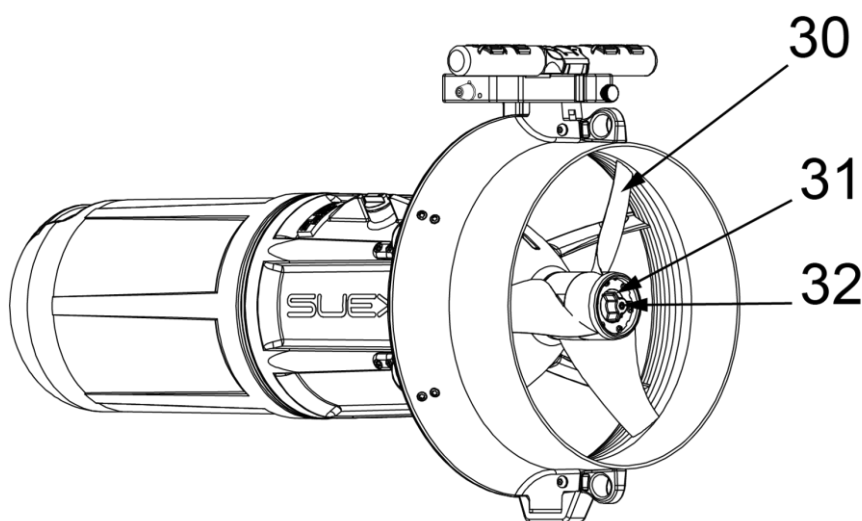

Fig 32 - Estrazione dell'elica
Afferrare l'elica per una pala (30 - Fig 32 - a pag. 38) e svitare il pomello (31), girando in senso ANTIORARIO fino alla completa estrazione dell'elica.